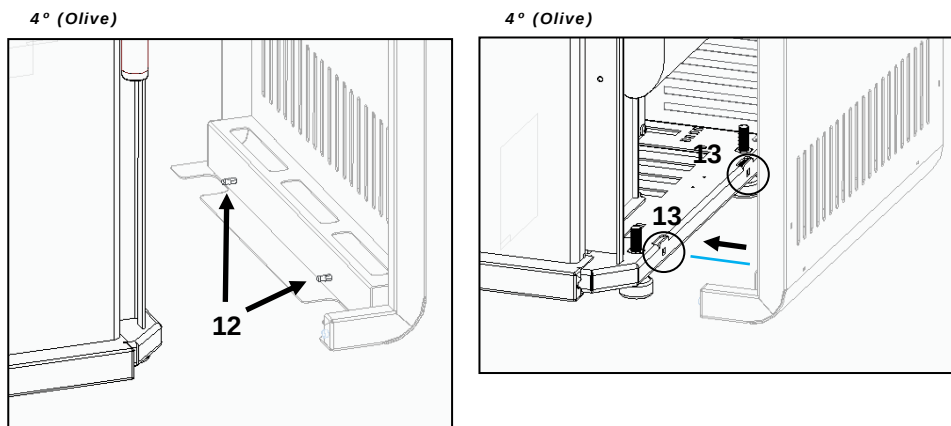

Figura 42 – Fixação das envolventes Olive
k) De seguida colocar as envoltentes laterais; encaixar primeiro os apoios **10** nos rasgos **11** e depois encaixar os pernos **12** das envoltentes laterais, nas molas **13** que se encontram no equipamento, como demonstra a Figura 42.